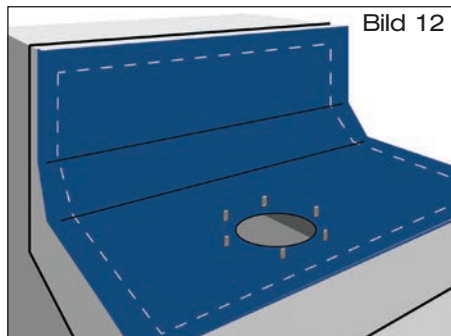

Bild 12
2.4 Zweite Lage der **Dachdichtungsbahn** über Ablauf ausrollen. Mit Locheisen Löcher $\varnothing = 14$ mm für die Durchführung der Gewindebolzen in der Dachdichtungsbahn vorsehen. Der Losflansch kann als Schablone genutzt werden (Bild 12).